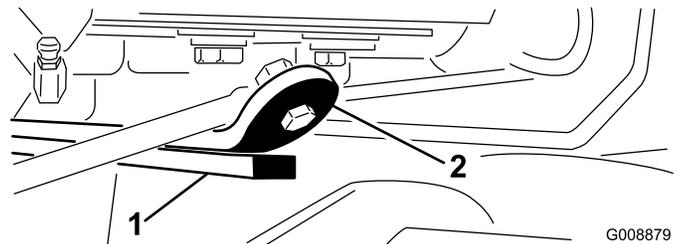

Figura 11
3. Avviate il motore, sollevate gli apparati di taglio e verificate che il gioco tra la cinghia di usura sopra la barra di usura dell'apparato di taglio posteriore e la cinghia paracolpi sia di 0,51-2,54 mm (Figura 11).